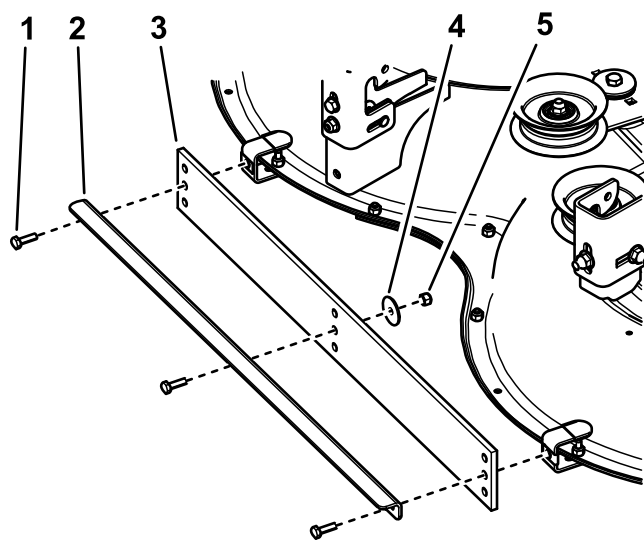

Figur 2
4. Montera fästena i hålen enligt Figur 2. Håll fast fästets gummihätta mot klippdäckets baksida och dra åt.